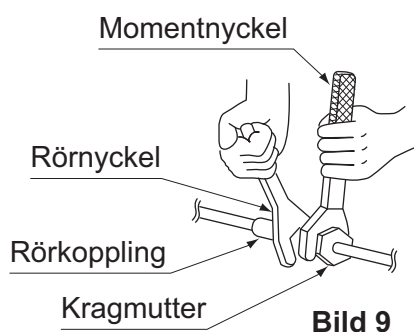

Bild 9
- Använd både skiftnyckel och momentnyckel, som visas i bilden, när rören ansluts eller kopplas loss från enheten. **(Se bild 9)**